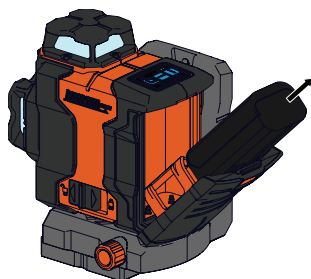

Figure 5
1. Si une pile Li-ion est insérée dans l'appareil, ouvrir le compartiment de la pile. (Figure 3 - Figure 5)
3. Retirer le boîtier à pile du compartiment à piles. (Figure 5)